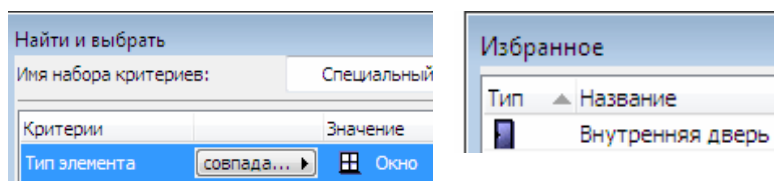

Рис. 71
7. В панели **Избранное** активируйте элемент **Внутренняя дверь** (рис. 71) двойным щелчком на его имени в списке. Все выделенные двери станут типа **Внутренняя дверь**.